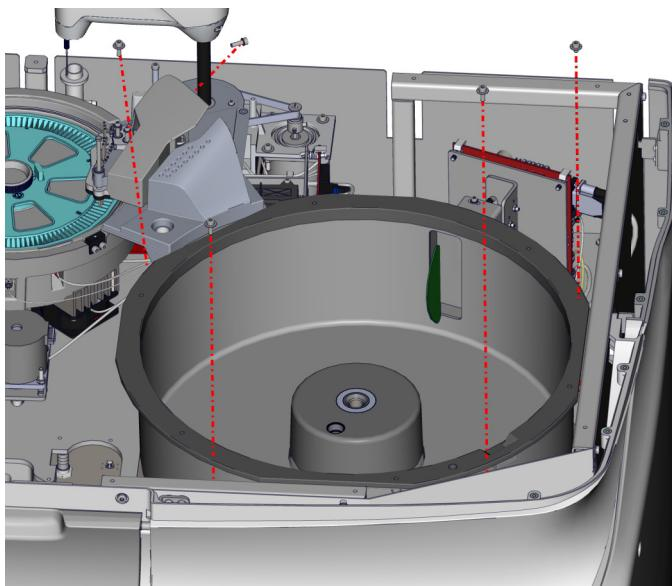

Ilustración 8.9 Movimientos a realizar para sacar el rotor del analizador
5. Desatornille los 4 tornillos que sujetan el conjunto rotor a la base. Véase Ilustración 8.9